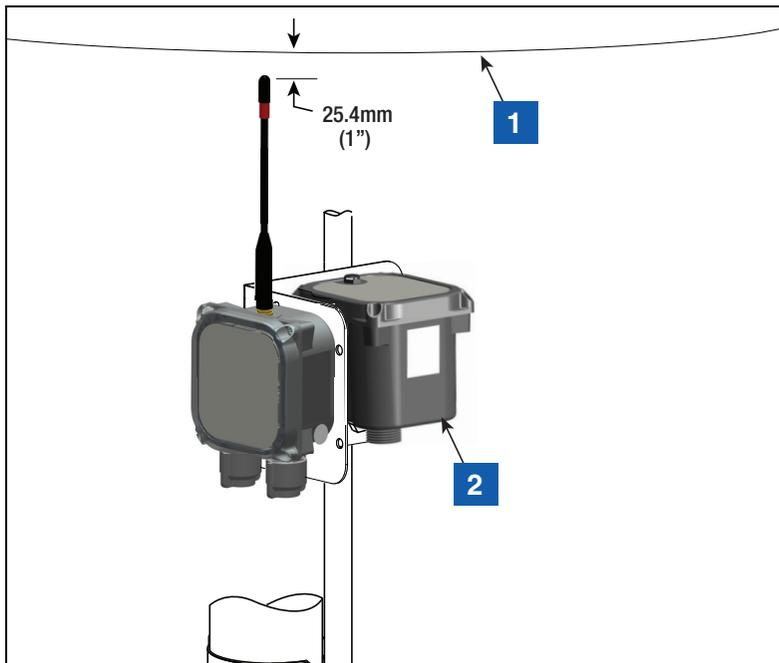

Figure 17. Installation du support à la position recommandée pour l'antenne du transmetteur
5. Desserrez les brides installées à l'étape 4 à l'arrière du support, et faites glisser les deux brides vers le bas du conduit. Positionnez le support de sorte que l'extrémité de l'antenne soit à environ 25,4 mm (1 pouce) sous le haut du puits, puis serrez les deux brides du conduit (voir la Figure 17). Insérez le module de batterie dans son emplacement dans le support comme illustré.
LÉGENDE DE LA Figure 17